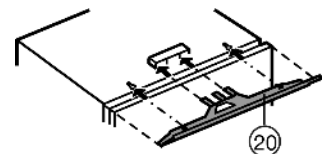

Fig. 12
- ▶ Fixer le cache de compensation Fig. 12 (20) au centre de l'appareil : le glisser dans le logement de l'entretoise et l'accrocher dans les encoches de clavette.